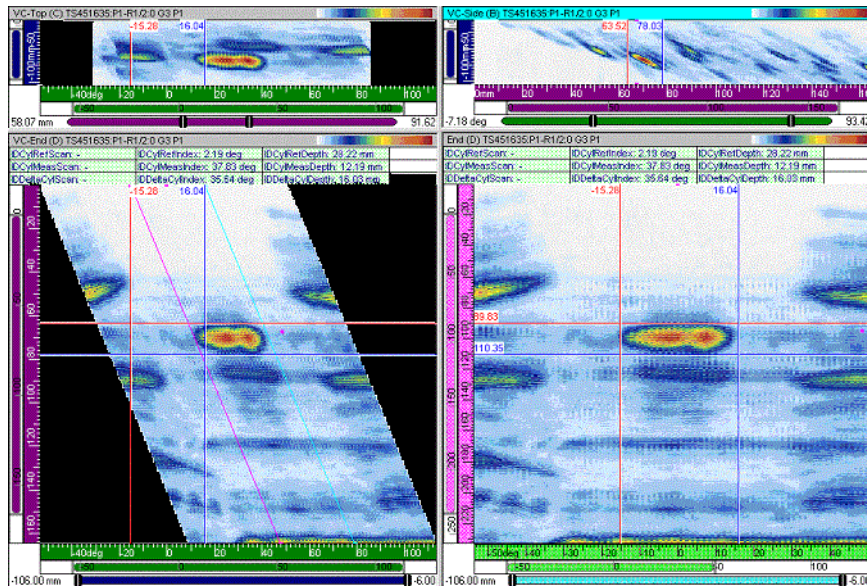

Abbildung 7-71 Zylinderkorrektur: Beispiel 3
- In den Informationsfeldern **Ref Index Zyl ID** und **Tiefe Ref Zyl ID** wird für die benutzerdefinierte, zylindrische Geometrie in einer Vk-Vorderansicht (D) die Position (Index- und Tiefenachse) des durch den Schnittpunkt des horizontal rot verlaufenden Referenzkursors und des gewinkelten pinken Referenzkursor bestimmten Punktes angegeben oder in einer Vorderansicht (D) durch den Schnittpunkt des horizontal und vertikal rot verlaufenden Referenzkursors.
- In den Informationsfeldern **Mess Index Zyl ID** und **Mess Tiefe Zyl ID** wird für die benutzerdefinierte, zylindrische Geometrie in einer Vorderansicht (D) die Position (Index- und Tiefenachse) des durch den Schnittpunkt des horizontal blau verlaufenden Messkursors und des gewinkelten blaugrünen Messkursors bestimmten Punktes angegeben oder in einer Vorderansicht (D) durch den Schnittpunkt des horizontal und vertikal blau verlaufenden Messkursors.
- Die Informationen für die zylindrischen Geometrien berücksichtigen mehrfache Umlenkungen des Schallbündels an der Außen- und Innenfläche, unter Beachtung der Wanddicke, die der Prüfer in das Dialogfeld **Prüfteil definieren** eingegeben hat (siehe Abbildung 7-71 auf Seite 437).